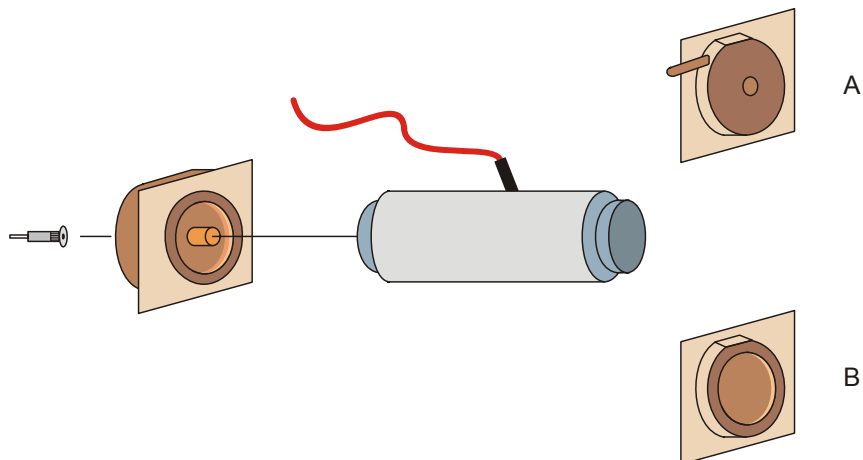

Fig. 6 Ensamblaje de la cámara de ionización (A para presión reducida, B para presión atmosférica normal)
- Se ensambla la cámara de ionización según la Fig. 6.